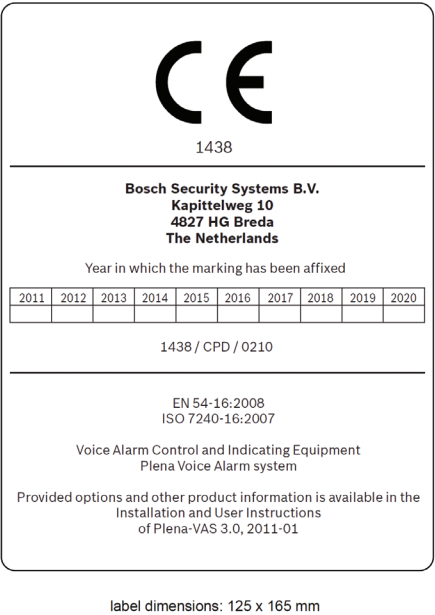

Figura 1.1 Etiqueta EN54-16
- Además, se debe rellenar la etiqueta EN54-16 (con la fecha de pegado) y colocarla en una ubicación visible de la carcasa. La norma EN54-16 está disponible como documento independiente en la carpeta de manuales del CD de Plena Voice Alarm System. La etiqueta se suministra en forma de pegatina con el controlador de alarma por voz y tiene la apariencia que se muestra en la *Figura 1.1*.